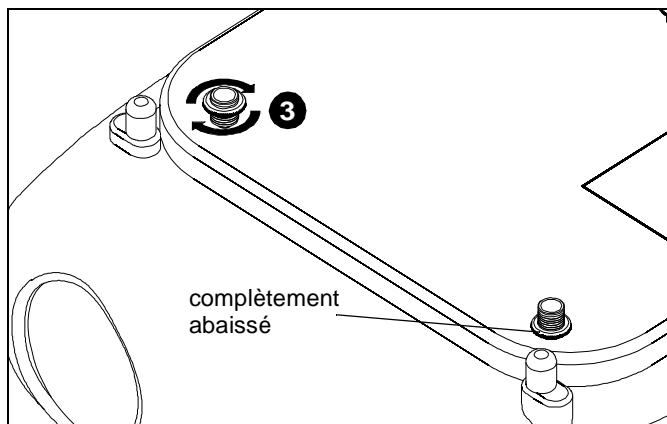

Figure 15
3. Ajustez les écrous de réglage de la hauteur au niveau souhaité. (Voir la Figure 15)